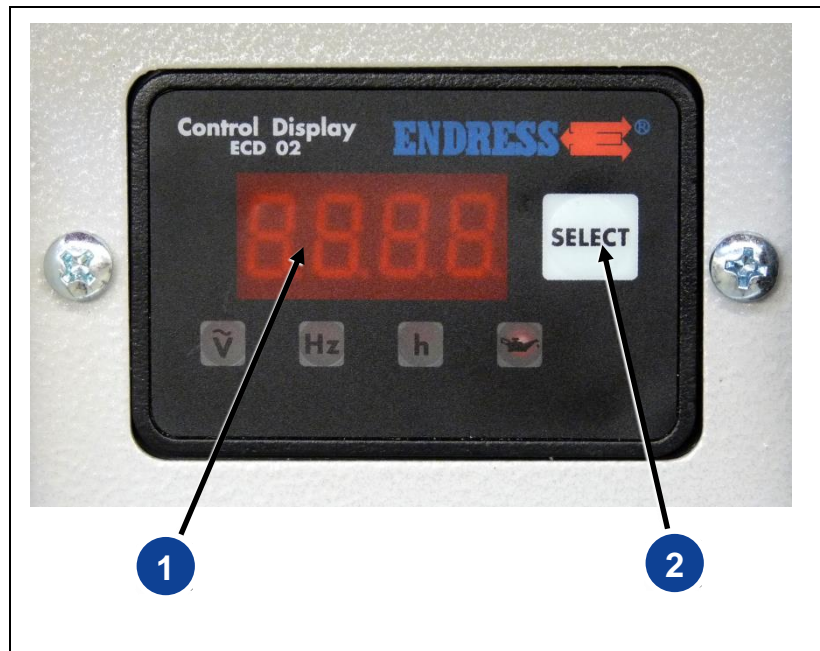

Fig. 4-10: Pantalla multifuncional
El indicador (véase Fig. 4-10) solo está activo con el aparato en marcha.
1. Tras arrancar el generador eléctrico, la pantalla muestra (véase Fig. 4-10-(1)) la tensión actual, que se muestra mediante el símbolo iluminado “V~”, de voltio.
2. Tras pulsar una vez el botón (véase Fig. 4-10-(2)) la pantalla cambia a la frecuencia actual, que se muestra a través del símbolo iluminado “Hz”, de hertzio.
3. Tras volver a pulsar el botón (véase Fig. 4-10-(2)) la pantalla cambia a las horas de funcionamiento, que se muestra a través del símbolo iluminado “h~”, de hora.
4. Tras volver a pulsar el botón (véase Fig. 4-10-(2)), la pantalla cambia de nuevo para mostrar la tensión actual en voltios y la secuencia empieza por delante.